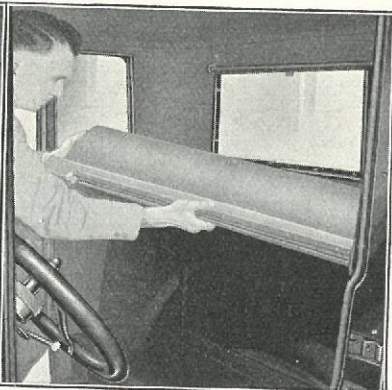

Fig. 569
- 1264** Kip Bagkanten af Afstandsstykket op og løft det ud, som vist i Fig. 569.